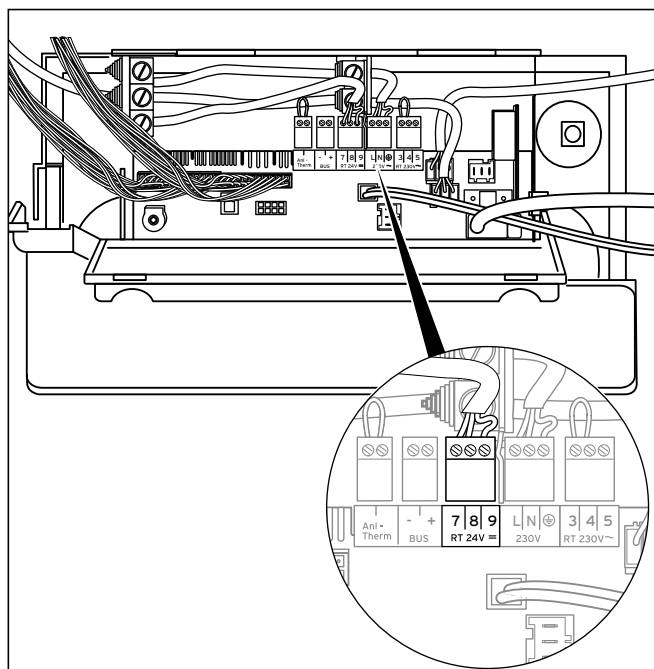

Рис. 5.12 Подключение регулирующих аппаратов и принадлежностей
- Присоедините соединительные кабели, как показано на рис. 5.12, к соответствующим штекерам ProE и гнездам электроники.